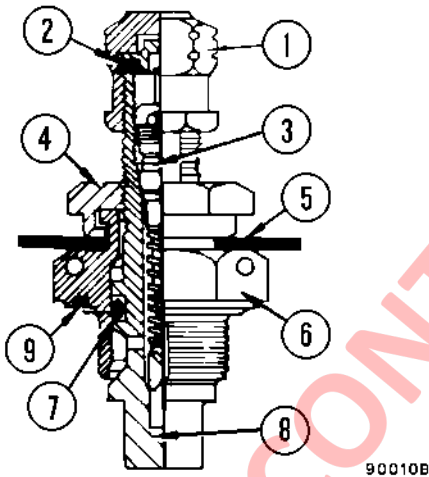

FIGURA 3-2. VÁLVULA DE CARGA
2. Retire la tapa de la válvula de carga (1, Figura 3-2), suelte la tuerca giratoria (4) (hexagonal pequeña) en la válvula de carga, y gire tres vueltas completas a la izquierda para desasentar el sello de la válvula. Conecte el kit de carga..